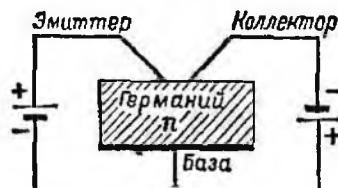

Рис. 33 Устройство точечного транзистора
**Л.** — Это наследство доисторической эпохи, относящейся к 1948 г. Появившиеся тогда первые в мире транзисторы были «точечного» типа. Они состояли из кристалла германия типа  $n$ , служившего базой, на который опирались два металлических острия, расположенные очень близко одно к другому (рис. 33).